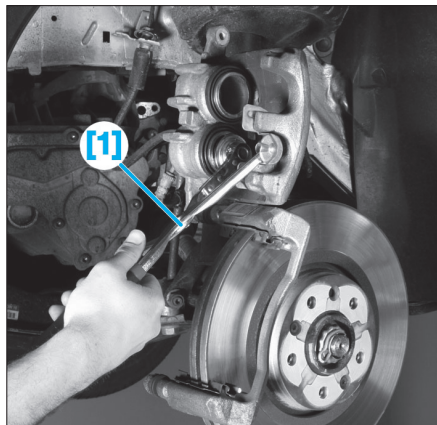

Fig. 3
- A l'aide d'un repousse piston [1], repousser les pistons tout en vérifiant le niveau de liquide frein (Fig.3).